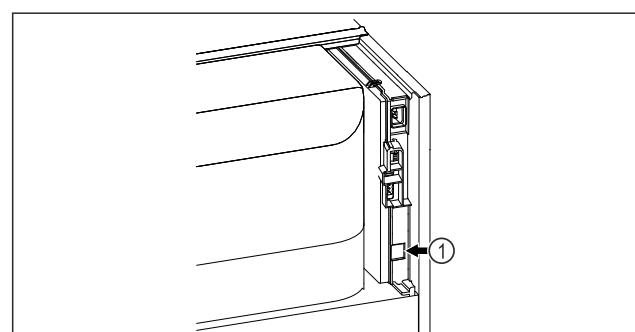

Fig. 88
SmartModule Fig. 88 (1) ir ievietots.